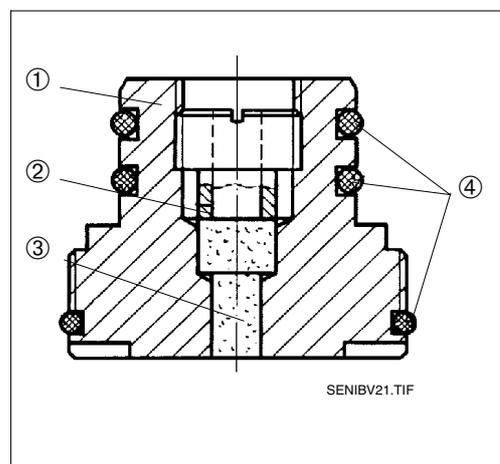

Bild 24: Diaphragmenpatrone DKV-HT
- Das Diaphragma RDV-HT in der Diaphragmenpatrone DKV-HT ist auswechselbar. Mit einem Schraubenzieher kann an der Innenseite der Patrone eine Hohlschraube (siehe Bild 24) entfernt und der Diaphragmeneinsatz nach innen herausgedrückt werden. Nach dem Einbringen des neuen Diaphragmeneinsatzes ist in umgekehrter Reihenfolge zu verfahren.